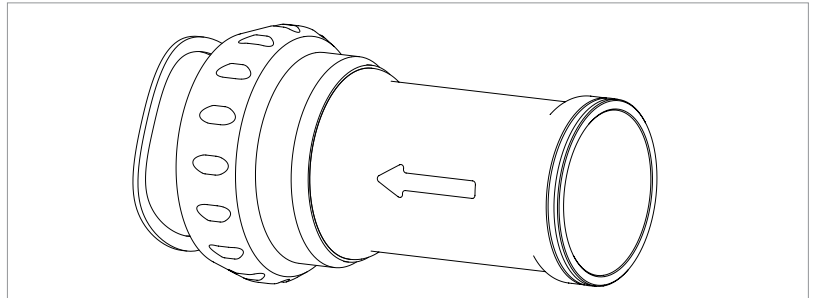

Abb.1
• Bevor Sie die Lagerschalen in das Innenlager montieren, führen Sie das Rohr in Pfeilrichtung in eine der beiden Lagerschalen ein (Abb. 1).